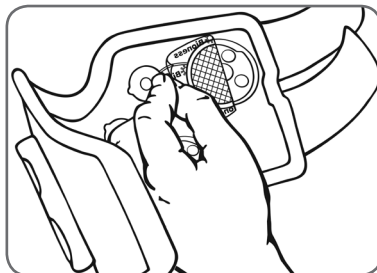

Figura 22: Cómo adherir el lado de la rejilla de los electrodos de hidrogel a las bases de los electrodos.
6. Adhiera el lado de la rejilla de los electrodos a las bases de los electrodos y luego presione con firmeza. Vea la Figura 22.